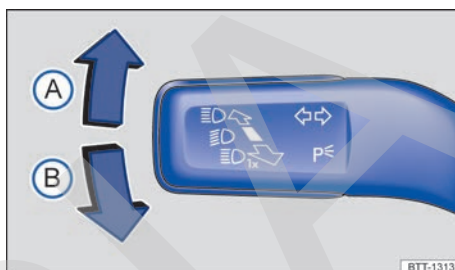

Fig. 72 En el lado izquierdo de la columna de dirección: palanca de los intermitentes y de la luz de carretera.
- Mueva la palanca de los intermitentes y de la luz de carretera → fig. 72 desde la posición central a la posición deseada:
- (A) Se conecta el intermitente derecho ➡.
- (B) Se conecta el intermitente izquierdo ⬅.